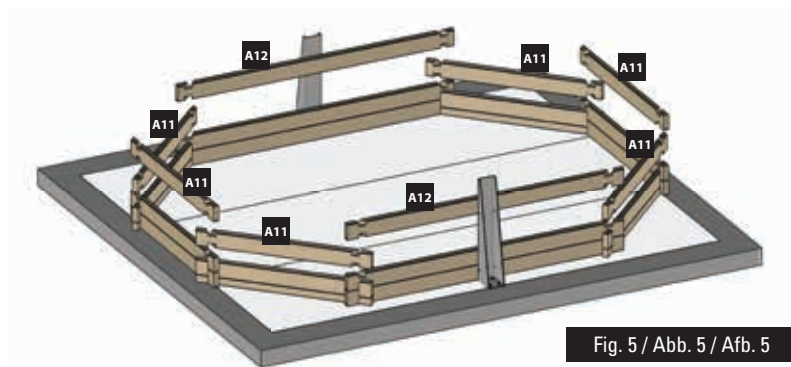

Fig. 5 / Abb. 5 / Afb. 5
3rd LAYER OF BOARDS: Install the third layer of boards as shown in figure 5. The position of the refilling fitting with the key and the skimmer should be defined at the start of the assembly (read the specific paragraphs).
3ÈME RANGÉE MADRIERS : Positionnez les madriers de la 3ème rangée conformément à la figure 5. Vous devez avoir déterminé l'emplacement de la buse de refoulement et du skimmer dès le début du montage (voir paragraphes spécifiques).
3. BRETTERREIHE: Platzieren Sie die Bretter der dritten Reihe laut Abb. 5. Zu Beginn der Montage müssen Sie die Lage des Druckventils und des Skimmers festlegen (lesen Sie hierzu die entsprechenden Abschnitte).
3ª RIJ PLANKEN: Plaats de planken van de derde rij zoals te zien is op afbeelding 5. U moet al bij aanvang van de montage bepalen op welke plaats het uitstroommondstuk en de skimmer moet komen (less de betreffende paragrafen).